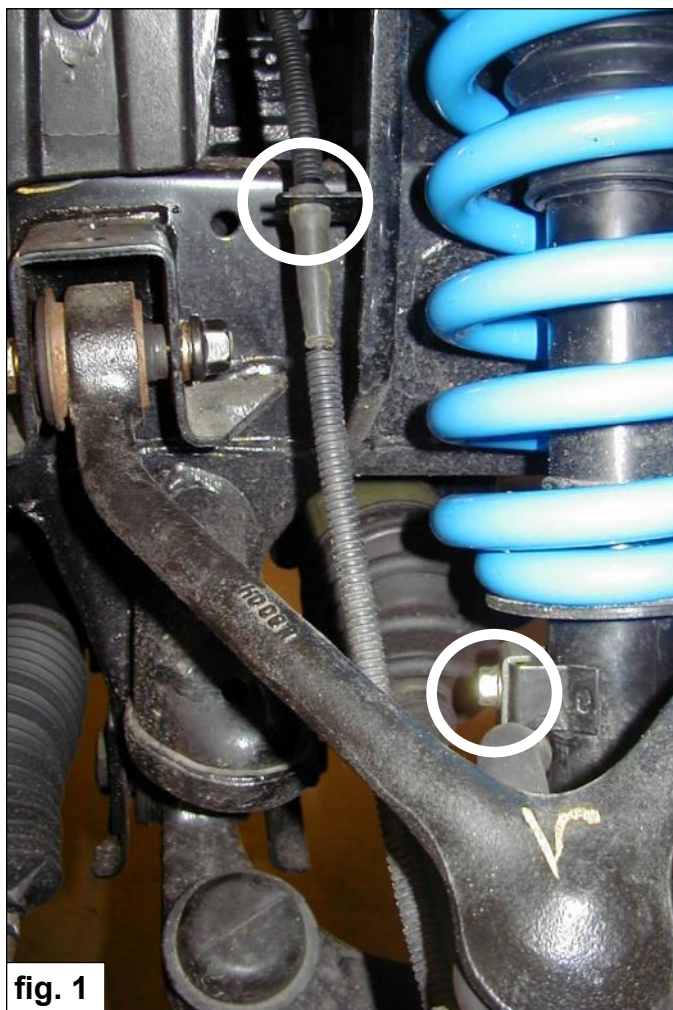

fig. 1
3. Demontieren Sie die ABS Kabel und den Bolzen des Bremsschlauch. Siehe Fig. 1.